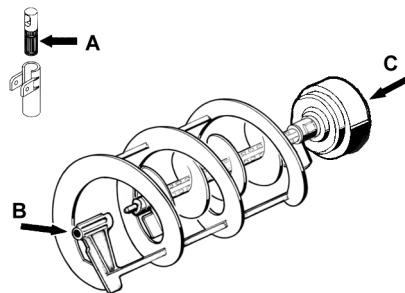

Bild 11
- 2 Den Hahnkolben, die innere und äußere Schnecke (an den in Bild 11 gezeigten Stellen A, B und C) schmieren. Dazu ausschließlich das vom Hersteller gelieferte Fett oder anderes Fett für Speisezwecke verwenden.